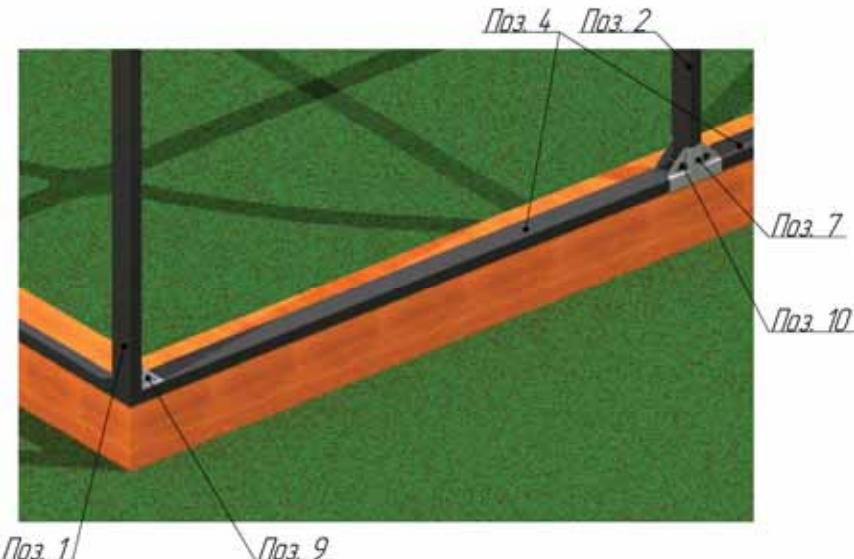

Рис. 6. Монтаж торцов с форточкой и дверью и нижнего основания на брусья
4. Соединить **Поз.4** и **Поз.1** с помощью оцинкованных уголков 40x40x40мм. (**Поз.9**). Закрепить на брусья саморезами или гвоздями (в комплект поставки не входят). Установить дуги (**Поз.2**) с помощью **Поз.7** на **Поз.4** (рис. 6).